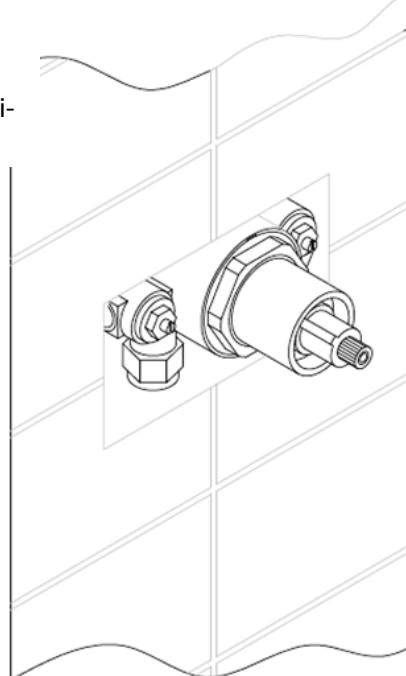

Fig 2
10. Replacez les collets chromés sur le corps de la vanne de douche. Veuillez les poser sur les vannes au niveau des tuiles, comme illustré à la figure 2.